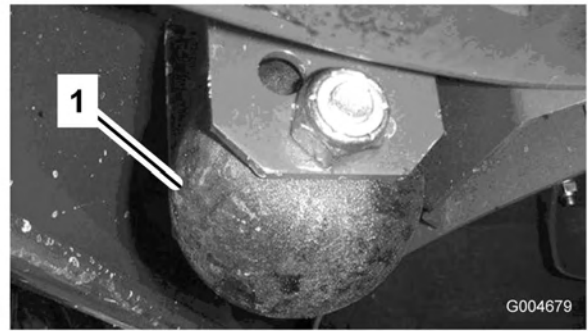

Bild 23
1. Entfernen Sie die Schraube und Mutter, mit denen das Abstandsrad an den Mähwerkhalterungen befestigt ist (Bild 23).